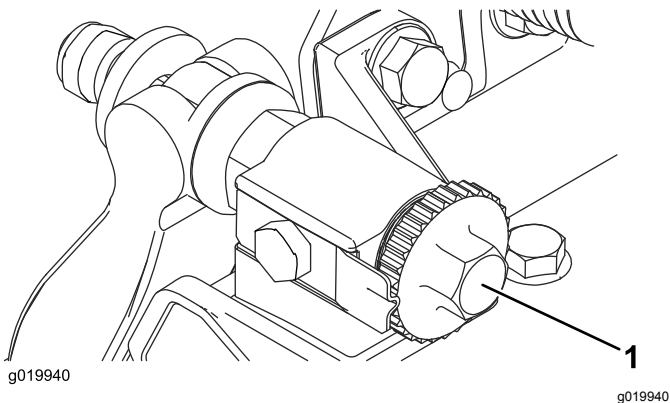

图9
2. 逆时针旋转底刀架调节螺丝确保底刀架不与滚刀接触 图9。